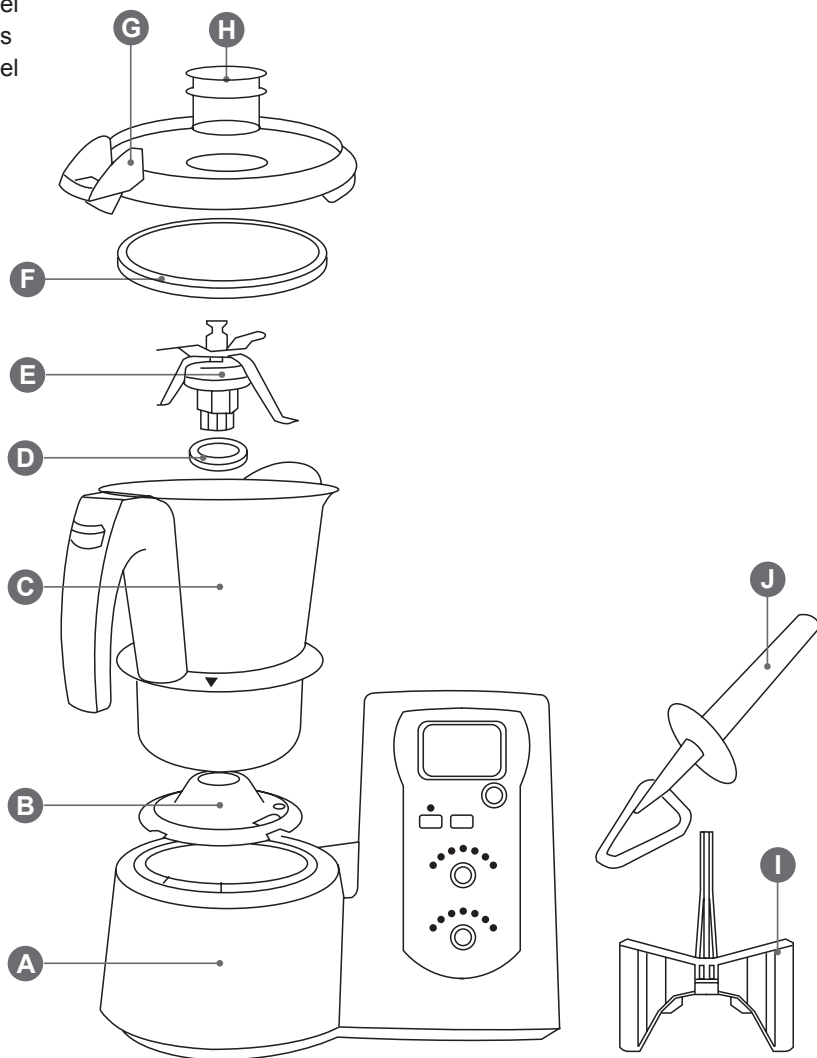

Abbildungen 1
- Für eine korrekte Funktionsfähigkeit halten Sie den Boden und den Temperatursensor der Kanne sauber (Abbildungen 1).